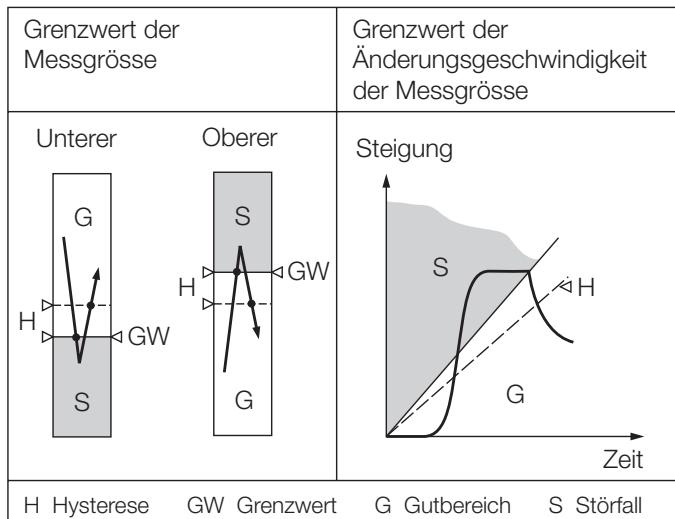

Bild 5. Schaltverhalten, je nach Grenzwert-Typ.
- Unterer GW der Messgröße (siehe Bild 5, links)
- Oberer GW der Messgröße (siehe Bild 5, links)
(siehe Bild 5 rechts)